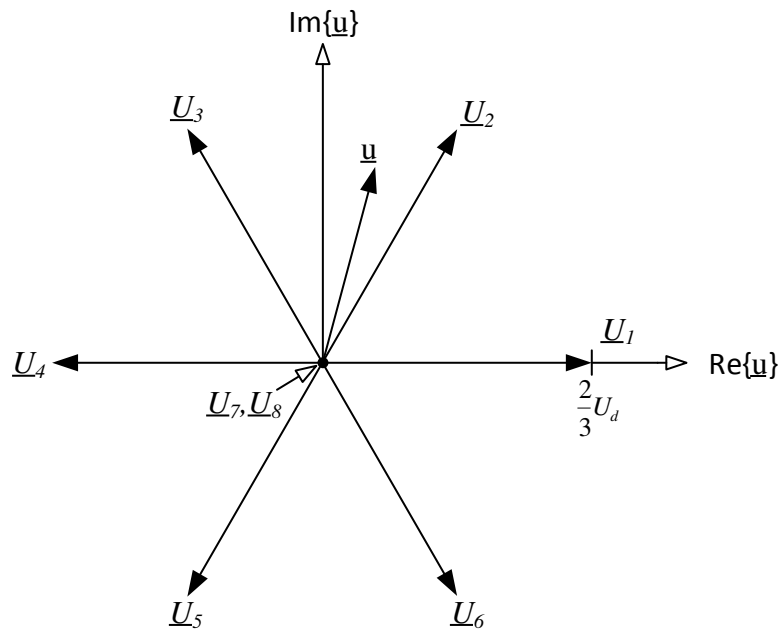

Abbildung 6: Raumzeiger der Maschinenspannung für $\omega t_1 = 75^\circ$
Wie in Abbildung 6 zu erkennen ist, sind die benachbarten Zustände Z2 und Z3. Da die geforderte Maschinenspannung $\hat{U}_{SN}$ kleiner ist, als der maximale Amplitudenwert $\sqrt{2}U_{1max}$ der Grundschiwingung bei Raumzeigermodulation (vgl. Gleichung (37)), müssen zusätzlich die Freilaufzustände Z7 und Z8 verwendet werden. Aus Tabelle 1 lassen sich die Schaltzustände des Pulswechselrichters ablesen.